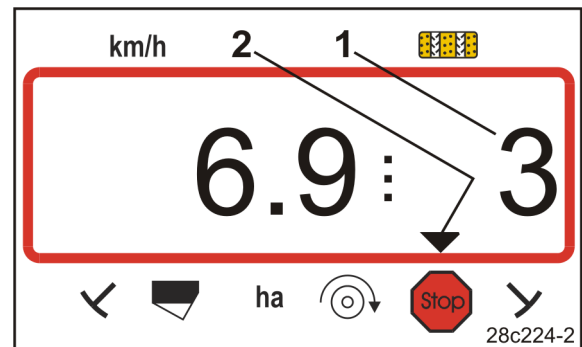

Fig. 23
- I displayet blinker sifferet (Fig. 23/1) til kjøresportelleren.
- Kontrolltegnet (Fig. 23/2) markerer stopptegnet.